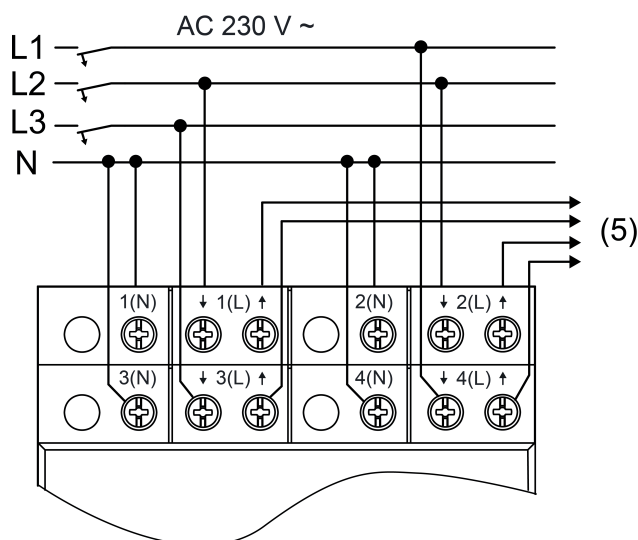

Bild 3: Anslutningsexempel för energisensor
(5) Till övervakade förbrukare
- Anslut de strömkretsar som ska övervakas i enlighet med anslutningsexemplet för energisensorn (bild 3). Anslut energisensorn bakom ledningsskyddsbrytarna.